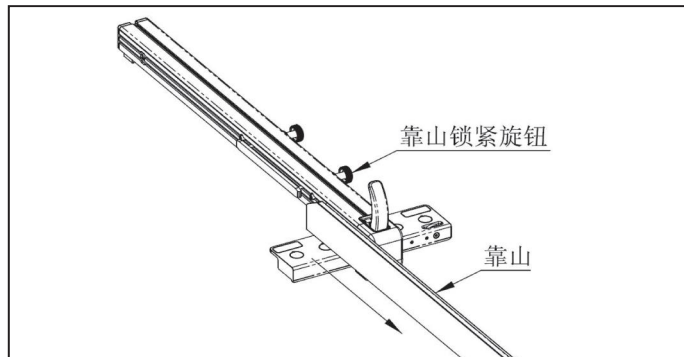

图 6-14
- (1) 如图 6-14 所示，松开靠山锁紧旋钮，拆下靠山，备用。重新锁紧靠山锁紧旋钮。